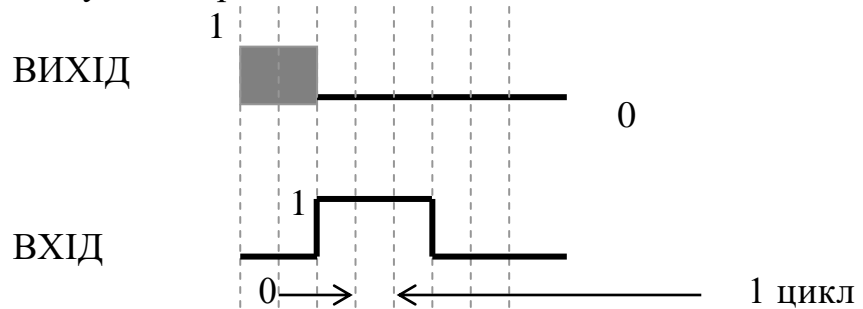

Рисунок 2.6.9 – Графік функції контакту "дефіксатор"
- контакт “**дефіксатор**” – цифровий вихідний контакт. Коли ліворуч від контакту з'являється логічна одиниця, вихідна змінна скидається і фіксується рівній логічному нулю, навіть коли вхід знову стає рівним нулю. Зв'язок між входом і виходом контакту згідно рис. 2.6.9: